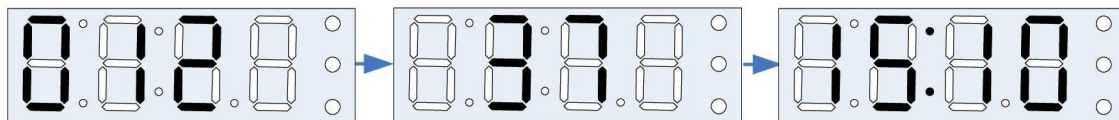

Рис.27
4.3.5 Для примера, на Рис. 27, приведены показания индикатора, соответствующие номеру РО – 012, уровню заряда аккумулятора – 37%, текущему времени встроенных часов – 15 часов 10 минут.